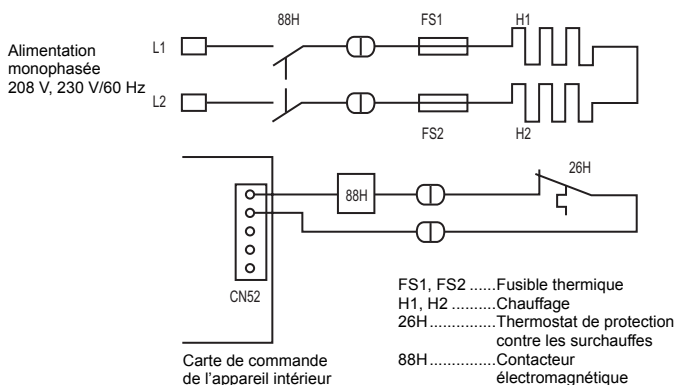

Fig. 6-2
- Circuit recommandé (Fig. 6-2)